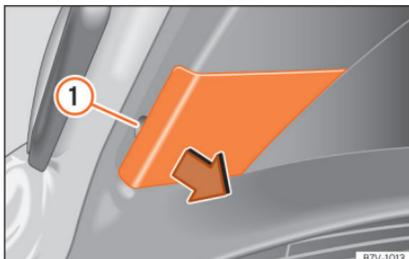

Abb. 68 An der Gepäckraumklappe: Abdeckung abnehmen.
- Mit der flachen Klinge des Schraubendrehers aus dem Bordwerkzeug (» Seite 44) die Abdeckung an der Aussparung » **Abb. 68** ① vorsichtig abhebeln.